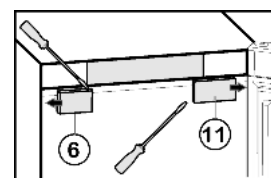

Fig. 5
- ▶ Kryt Fig. 5 (6) na straně madla nasad'te otočený o 180° a zatlačte, aby zapadl.
- ▶ Kryt Fig. 5 (11) na straně závěsu nasad'te otočený o 180° a zatlačte, aby zapadl.